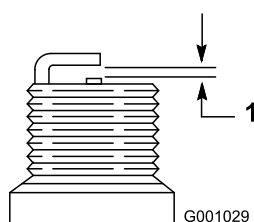

Figure 48
- Réglez l'écartement des électrodes à 0,76 mm (0,030") (Figure 48).